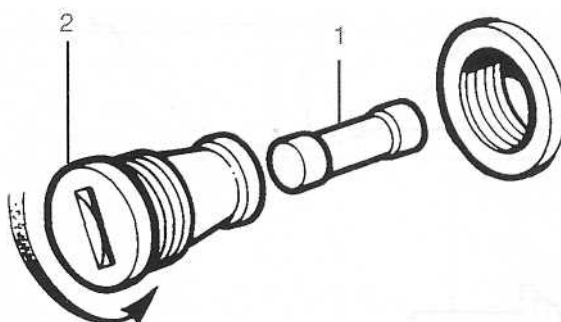

Рис. 21.1
Предохранитель номиналом 2 А служит для защиты приборной панели. Для извлечения предохранителя (1) выверните патрон (2) (см. Рис. 21.1)